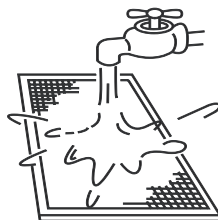

Рис. 15.4
- b) Во время чистки водой приточная сторона фильтра должна быть направлена вниз (см. рис. 15.4).